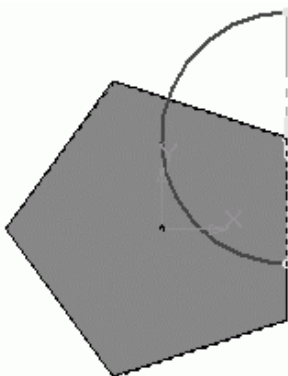

Рис. 3.14. Эскиз для будущей операции вращения
5. Выделите верхнюю грань призмы в окне представления документа (то есть щелкнув на самой грани в модели). Греть должна подсветиться зеленым цветом. Опять нажмите кнопку для создания эскиза. Переключитесь на панель инструментов Геометрия и с помощью команды **Дуга** постройте дугу с центром в одной из вершин основания-пятиугольника и радиусом 20 мм. Поскольку этот эскиз предполагается использовать в операции вращения, обязательно создайте осевую линию (команда **Отрезок**, стиль линии **Осевая**) проходящую через конечные точки дуги (рис. 3.14).